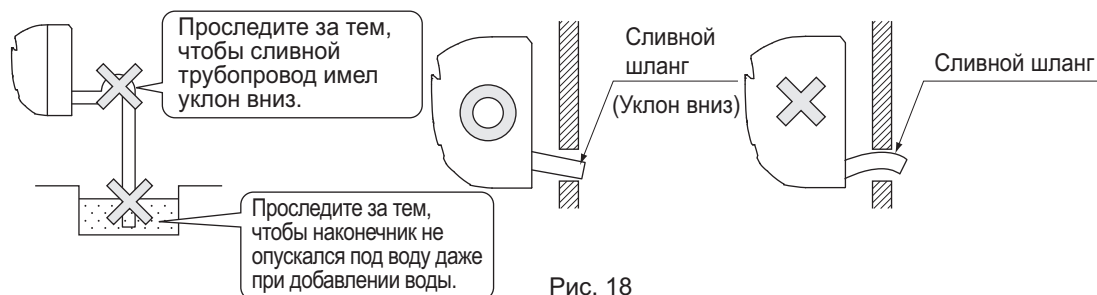

Рис. 18
(1) Установите сливной трубопровод. (См. рис. 18)
- При подключении сливного трубопровода соблюдайте указания, данные на рис. 18.